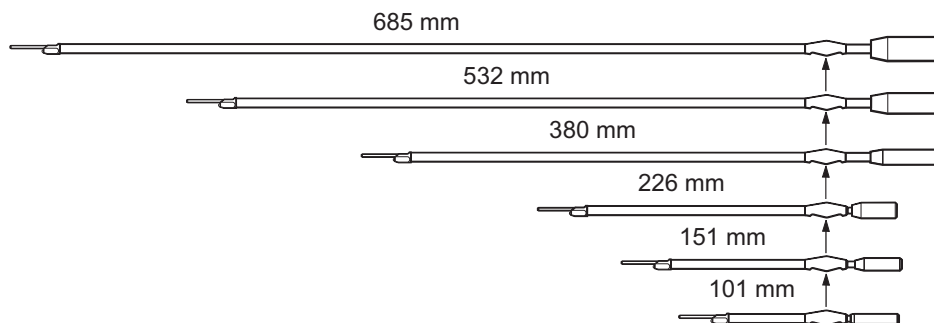

Рисунок 9. Выбор коромысла необходимой длины
10. Выберите коромысло, радиус которого соответствует размерам измеряемой детали или контролируемому объему КИМ. Используйте для этого таблицу, которая представлена ниже (см. рис. 9 и 10).